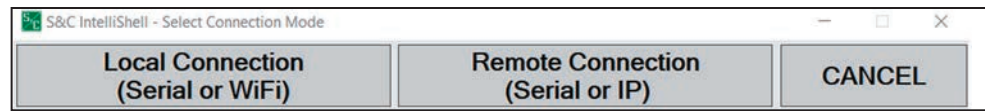

Figura 21. La ventana de diálogo de Configuración de la Comunicación IntelliShell—Local de S&C.
**PASO 1.** Inicie el software IntelliLink y seleccione entre una conexión local o remota. Ver Figura 21.